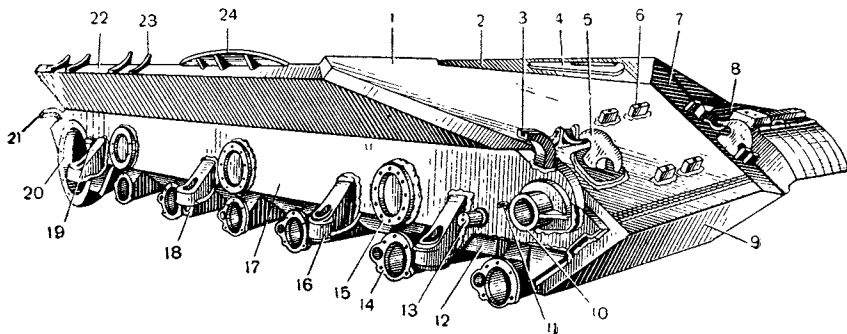

Рис. 10. Корпус танка (общий вид):
Носовая часть корпуса состоит из двух верхних наклонных броневых листов 1 и 7 (рис. 10) и нижнего наклонного броневых листа 9, которые сварены между собой и с бортами. Кроме того, верхние наклонные листы сварены с крышей отделения управления, а нижний наклонный лист — с днищем. С наружной стороны к верхним наклонным листам приварены два буксирных крюка 5 с пружинными защелками, восемь бонок 6 для крепления запасных траков и кронштейны для крепления фары и сигнала. К внутренней поверхности верхних наклонных листов приварены кронштейны и бонки для крепления щитков, приборов, фонарей освещения и других мелких деталей. К внутренней поверхности нижнего наклонного броневых листа приварены бонки, на которых укреплены кронштейны педали главного фрикциона и привода топливного насоса, хомуты для крепления баллонов со сжатым воздухом и бонка регулировочного болта педали главного фрикциона.
**Крыша корпуса** состоит из переднего наклонного листа 2 (рис. 10), среднего подбашенного листа 1 (см. рис. 11), двух продольных листов 6 и 30 и трех съемных листов — переднего 4, среднего 12 и заднего 14. Съемные листы крыши обеспечивают возможность снятия и установки в танк агрегатов силовой передачи и силовой установки.
Передний наклонный лист 2 (рис. 10) расположен над отделением управления и приварен к верхним наклонным листам носовой части корпуса и подбашенному листу. В переднем наклонном листе имеется люк механика-водителя. С правой стороны наклонного листа просверлено отверстие, в которое вварен корпус стопора крышки люка. В передней части наклонного листа просверлено три отверстия, в которые вварены втулки для крепления ветрового щитка. С наружной стороны к переднему наклонному листу справа приварен упор, ограничивающий перемещение крышки люка вправо, а сзади — буферодержатель. С внутренней стороны к переднему наклонному листу крыши приварены бонки для крепления закрывающего механизма крышки люка и два кронштейна для крепления запорного устройства крышки люка.